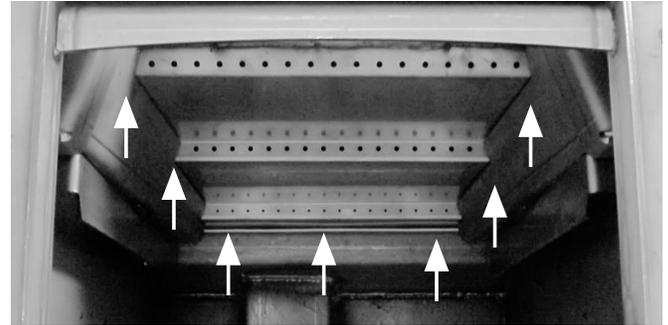
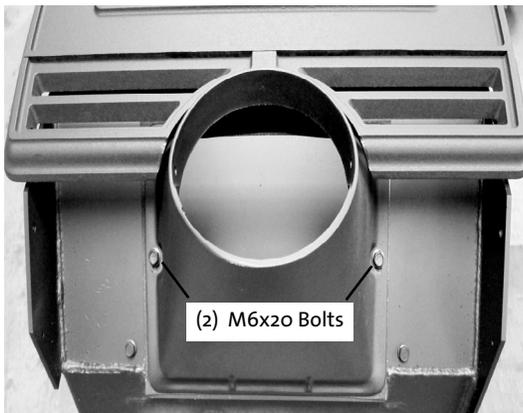

Figure 33 Vérifier le collecteur est assis correctement
Figure 32. Enlever (2) boulons M6x20 pour la prise de fumée
5. Avec une main à l'intérieur de la prise de fumée tenant l'écrou de flange M6, utilisez une clé ouverte ou de prise de 10 mm pour enlever les boulons M6x20 (2) de l'outage de fumée. Placez la prise de fumée hors de la voie. Voir figure. 32.
13. Récuser le multiple d'air secondaire avec turbulator au poêle. Utilisez la clé ouverte ou de prise de 10 mm pour installer les boulons M6x16 (2) à l'arrière du poêle.
14. En regardant par la porte d'entrée, vérifiez que la lèvre du collecteur se trouve à l'intérieur du canal d'air de la boîte à feu et que le collecteur contacte uniformément le joint. Assurez-vous que le joint n'est pas suspendu. Le collecteur doit reposer uniformément sur les deux supports de côté. Réadapter multiples si nécessaire. Voir figure. 33.